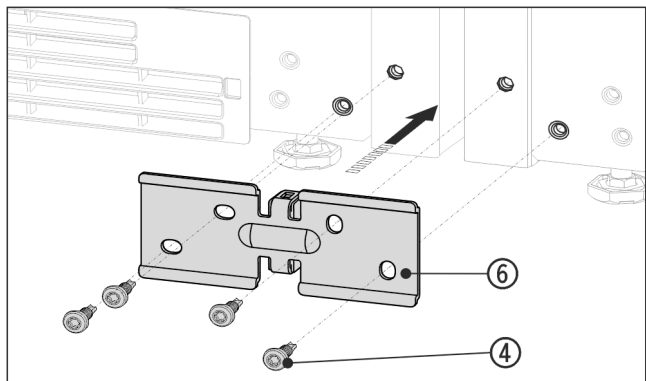

Fig. 12 Примерное отображение
- ▶ Надвиньте угол Fig. 12 (6) с помощью распорной детали между устройствами и слегка прикрутите 4 винтами Fig. 12 (4).